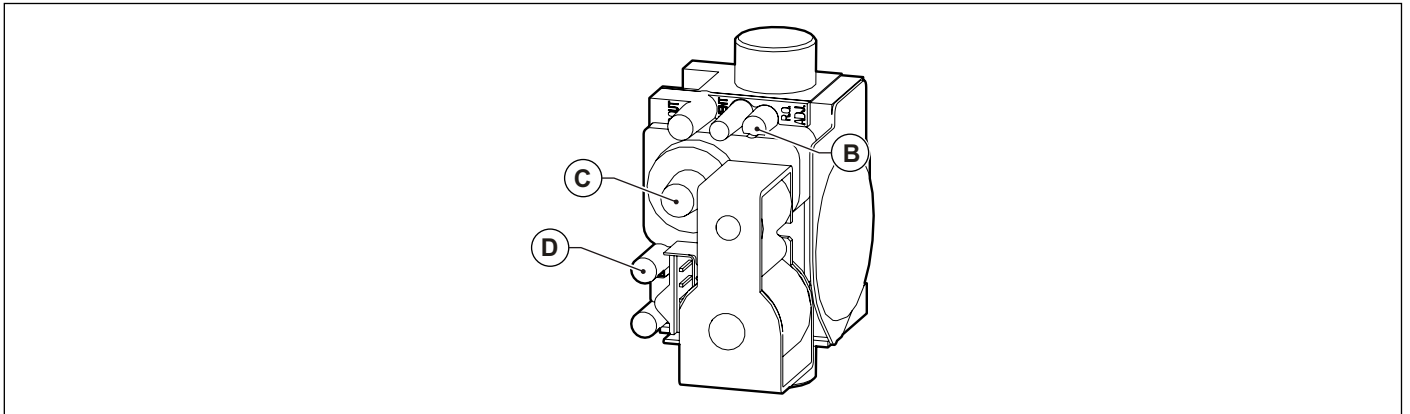

Fig. 35 Regolazione valvola gas
- Regolare il valore dell'anidride carbonica (CO₂) nei fumi ruotando il regolatore di rapporto **B** (vedi Fig. 35 Regolazione valvola gas) e assicurarsi che rientri nei limiti della Tab. 33 Valori di CO₂ nei fumi.
- Regolare il valore dell'anidride carbonica (CO₂) nei fumi ruotando il regolatore di offset **C** (vedi Fig. 35 Regolazione valvola gas) e assicurarsi che rientri nei limiti della Tab. 33 Valori di CO₂ nei fumi.
- Ruotare il regolatore di rapporto **B** (vedi Fig. 35 Regolazione valvola gas) per regolare il valore dell'ossigeno (O₂) nei fumi sinché rientra nei limiti della Tab. 34 Valori di O₂ nei fumi.
- Ruotare il regolatore di offset **C** (vedi Fig. 35 Regolazione valvola gas) per regolare il valore dell'ossigeno (O₂) nei fumi e la pressione di offset sinché entrambi rientrano nei limiti della Tab. 34 Valori di O₂ nei fumi.